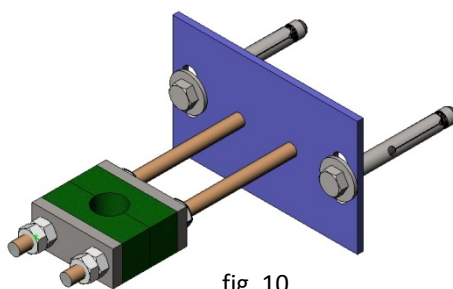

fig. 10
- Si consiglia un supporto-guida del mandrino (fig. 10) ogni 1,5 m.